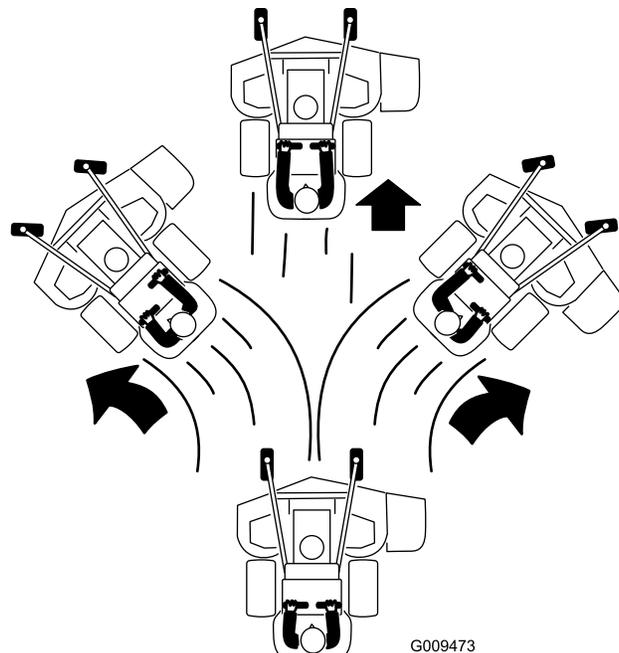

図 23
4. 走行コントロールレバーをゆっくりと前に倒す **図 23**。